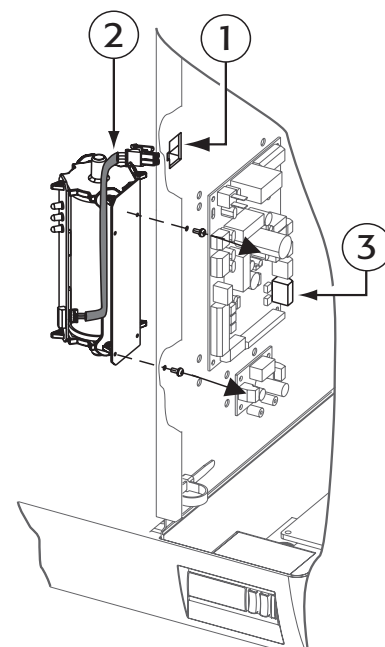

Fig. 2
Se i collegamenti del sensore di livello sono come al punto 2 in Fig. 2 procedere come segue:
1. sconnettere il cavo SL (2) dal connettore Q (1), posto sul divisorio della macchina. Tagliare il tubo del sensore di livello in prossimità dell'imbocco del collettore (Fig. 3). Togliere la staffa di fissaggio svitando le viti (Fig. 2);
If the connections to the level sensor are the same as shown in point 2 Fig. 2, proceed as follows:
1. disconnect the SL (2) cable from connector Q (1), located on the partition of the unit. Cut the level sensor hose near the inlet to the manifold (Fig. 3). Remove the fastening bracket by unscrewing the screws (Fig. 2);